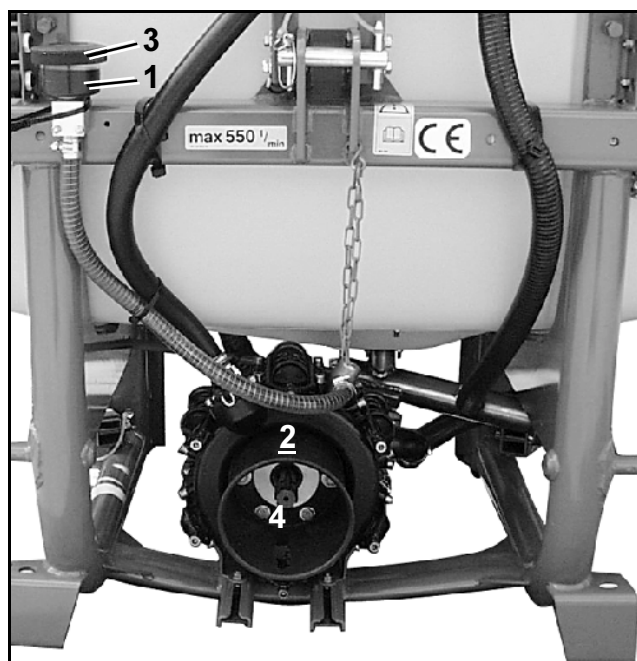

Рис. 129
Уровень масла определяется при не работающем и находящемся в горизонтальном положении насосе по маркировке (Рис. 127/1, Рис. 128/1, Рис. 129/1).
- Снимите крышку (Рис. 127/2, Рис. 128/2 и Рис. 129/3).
- Приводной вал (Рис. 127/3, Рис. 128/3, Рис. 129/4) проворачивайте рукой так долго, пока старое масло не выйдет полностью.